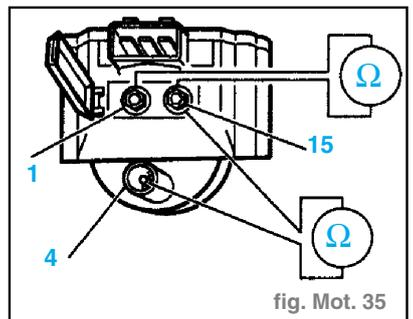

fig. Mot. 35
- Valeur assignée : **0,5 à 1,2 Ω** (fig. Mot. 35)